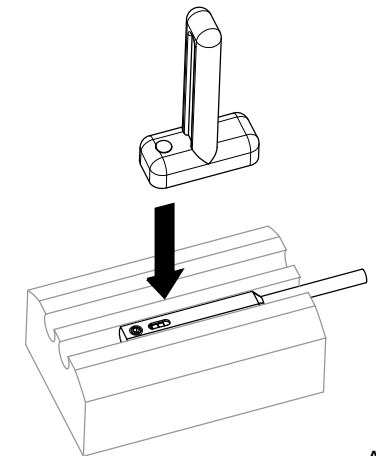

Abb.1
- Markierung des Programmierwerkzeuges zur Befestigungsschraube (Abb.1)
- Marking on programming tool aligned with fastening screw (Abb.1)
- Repérage de l'outil de programmation en direction de la vis de fixation (Abb.1)
- Programmierwerkzeug mit Markierung zur Befestigungsschraube auf dem Sensor platzieren (Abb.1).
- Place programming tool on sensor with marking aligned with fastening screw (Abb.1).
- Positionner l'outil de programmation sur le capteur avec le repère en direction de la vis de fixation (Abb.1).